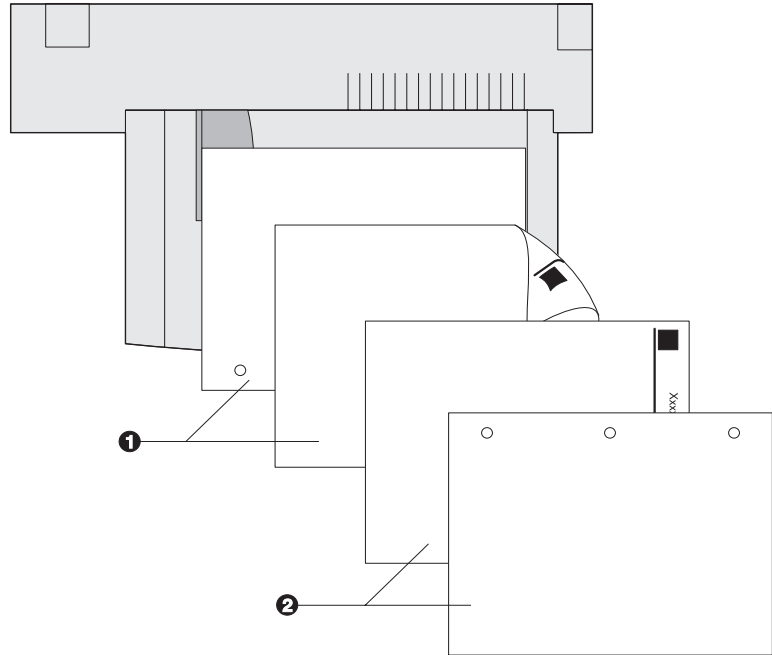

Abbildung 2.5 Papierausrichtung in der 50-Blatt- Zusatzzufuhr (Querseitenzufuhr)
- 2 Legen Sie das Papier an der rechten Seite der Zusatzzufuhr an (Papierausrichtung siehe Abbildung 2.4 auf Seite 2-19 und Abbildung 2.5 auf Seite 2-20, Ausrichtung von Umschlägen siehe Abbildung 2.6 auf Seite 2-21).